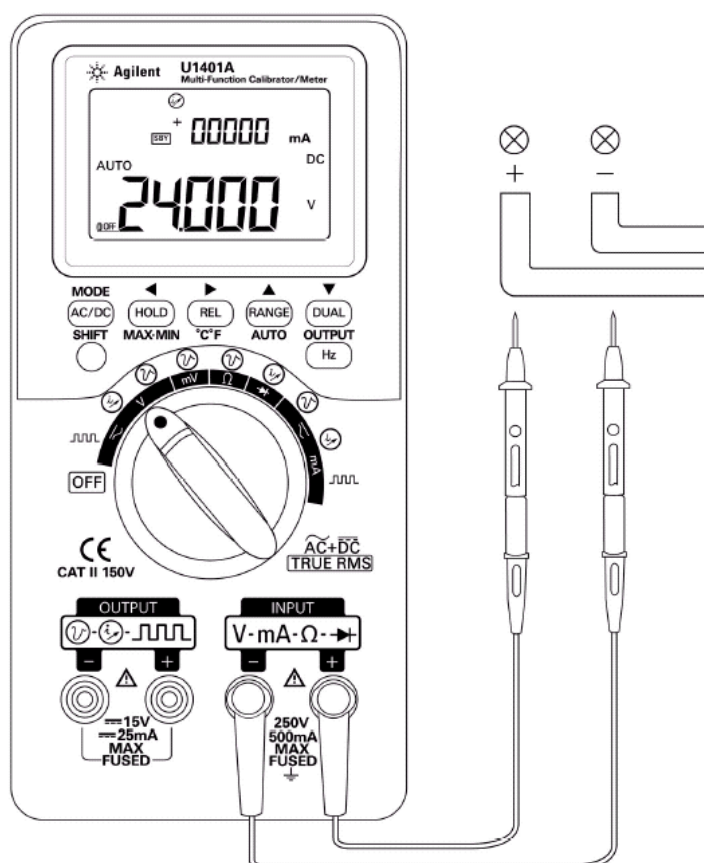

Рис. 3-1 Измерение постоянного напряжения
2. Нажмите кнопку (AC/DC), чтобы выбрать измерение постоянного (DC) напряжения.
3. Присоедините красный измерительный провод с пробником к входному гнезду "+", а черный измерительный провод с пробником – к входному гнезду "-" (см. рис. 3-1).